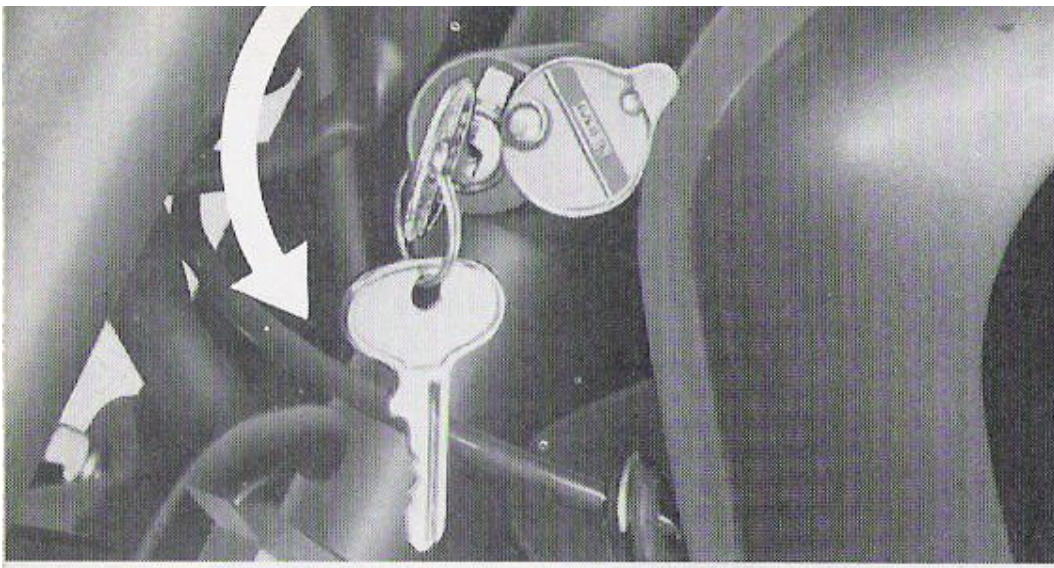

Bild 5
- 15 = Lenkschloß (verdeckt, s. Bild 5)
#### Lenkschloß (Bild 5)